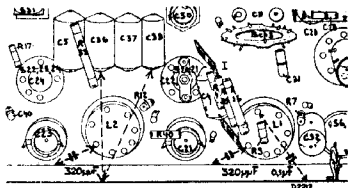

Fig. 3
4. A.S.R. buiten werking stellen door C33 en C36 kort te sluiten (zie fig. 3).
7. 3e kring verstemen met cond. 320  $\mu\mu\text{F}$  tusschen anode L2 en chassis (zie fig. 3).
12. Verstemmingscondensator wegnemen en 1e kring verstemen met cond. 320  $\mu\mu\text{F}$  tusschen anode L1 en chassis (zie fig. 3).
9. Eerste rooster van L1 aarden met condensator van 0,1  $\mu\text{F}$  (zie fig. 3).
4. Eerste rooster van L1 aarden met condensator van 0,1  $\mu$ F (zie fig. 3).